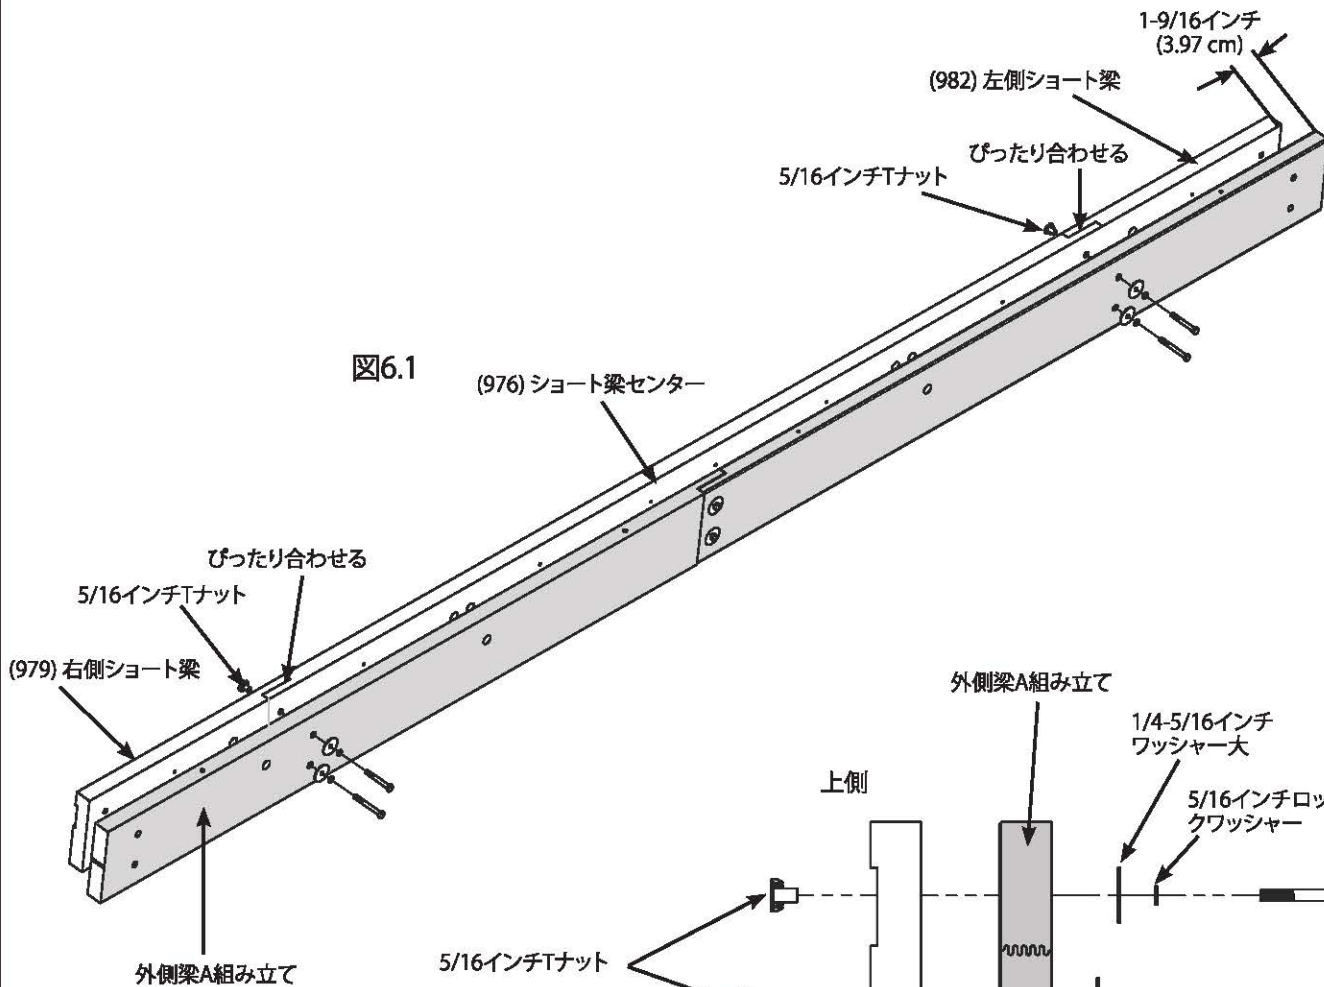

図6.1
A: ラップジョイントをぴったりと合わせるために、1つの(979) 右側ショート梁と1つの(982)左側ショート梁を各(976) ショート梁センターの端に接続します。2つの5/16インチTナットを(979)右ショート梁と(982)左ショート梁に設置します。Tナットを下に向けるように、平らにしてください。(図6.1)
B: 外側梁A組み立てを(979)右ショート梁、(982)左ショート梁と(976)ショート梁センターの上側に置き、ボルトヘッドを外側に向けます。穴が揃うことを確認し、そして2つの5/16 × 2-3/4インチ六角ボルト(5/16インチロックワッシャーと1/4-5/16インチワッシャー大付き)で下側穴に、2つの5/16 × 2-1/2インチ六角ボルト(5/16インチロックワッシャーと1/4-5/16インチワッシャー大付き)で上側穴に緩く取り付けます。このボルトは事前に設置したTナットに接続します。(図6.1、6.2)
C: 外側梁A組み立てが(979)右ショート梁と(982)左ショート梁を1-9/16インチ(3.97 cm)オーバーハングさせることを確認して、そしてボルトを締めます。(図6.1、6.2)